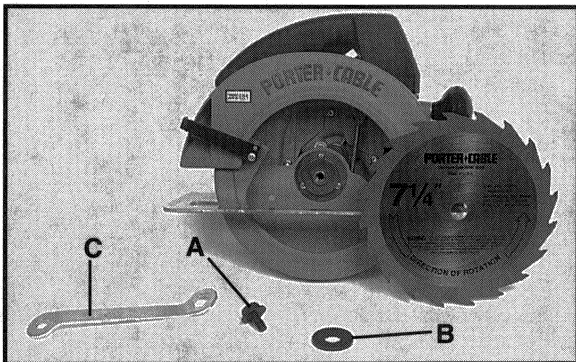

Fig. 1
3. Para quitar el disco, dé vuelta al perno fijador en el sentido contrario a las manecillas del reloj con la llave (C) Fig. 1, provista con la sierra.